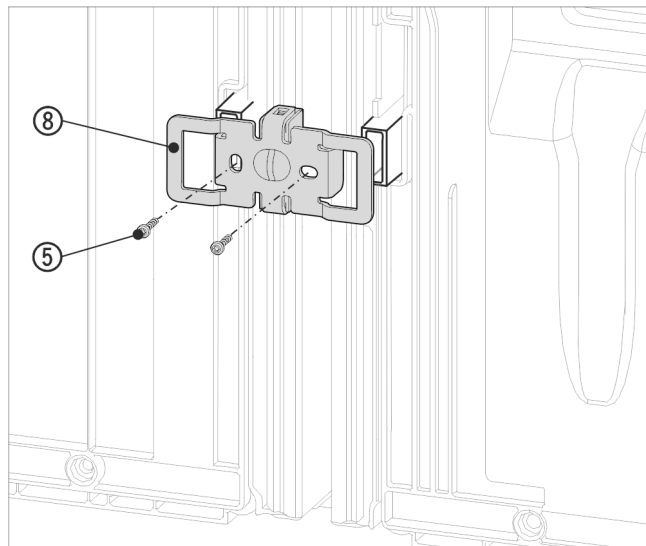

Fig. 19 Représentation à titre d'exemple
- ▶ Pousser l'équerre Fig. 19 (8) avec les cavités sur le logement des supports d'espacement muraux.
- ▶ Visser fermement avec 2 vis Fig. 19 (5).